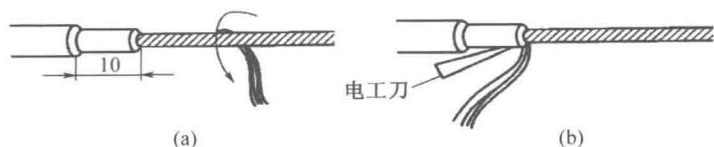

图 1-13 花线绝缘层的剖削
③ 最后将露出的棉纱层松散开,用电工刀割断,如图 1-13 所示。
(6) 铅包线绝缘层的剖削方法和步骤如下：